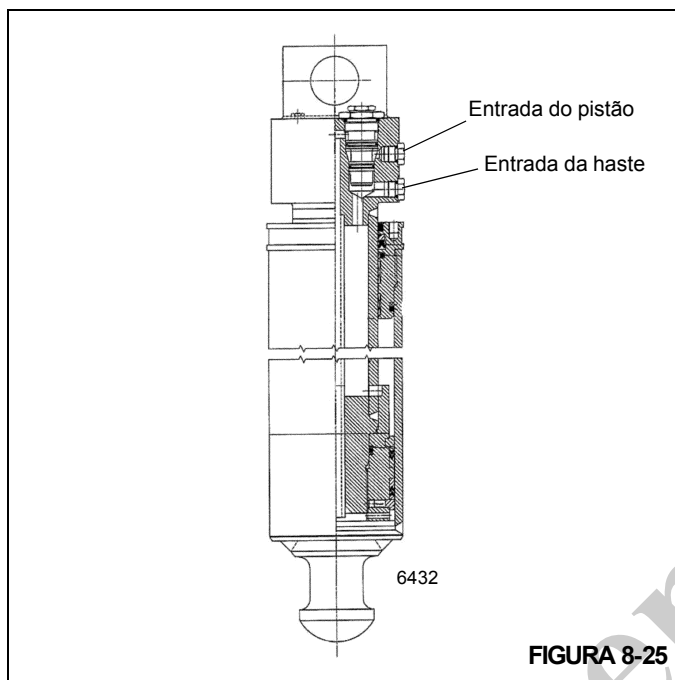

FIGURA 8-25
2. Remova a mangueira do lado da haste do cilindro do macaco suspeito de estar com vazamento (Figura 8-25). O óleo fluirá até que a cavidade no bloco de entradas do cilindro se esvazie. Quando a cavidade no bloco de entradas estiver vazia, o óleo deve parar de fluir da entrada do lado da haste.